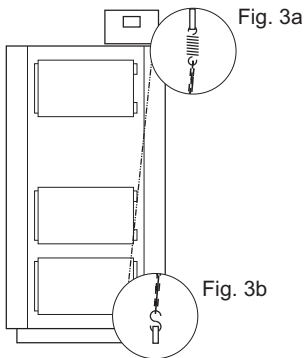
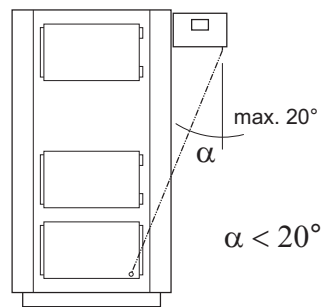
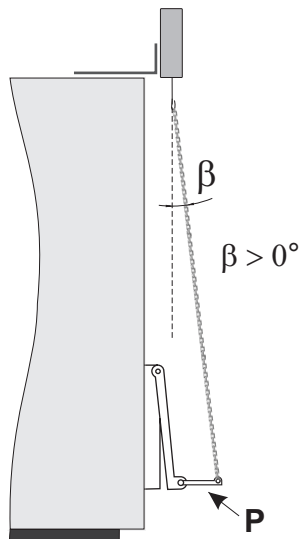

Fig. 3
Fig.4
Fig. 5
2. Montez le régulateur avec le support sur la paroi supérieure ou latérale de la chaudière (Fig. 3 ou Fig. 4).
Si l'angle β (Fig. 5) est trop aigu, cela peut augmenter la force nécessaire pour ouvrir le volet et, par conséquent, arrêter le fonctionnement du moteur du régulateur et afficher le message "Er". Pour éviter cela et permettre le bon fonctionnement du moteur du régulateur, il faut utiliser un levier supplémentaire "P" monté sur la porte de la chaudière. Ou déplacer le régulateur à l'extérieur de la chaudière.
Lors de l'installation du régulateur sur le côté de la chaudière, s'assurer que la chaîne ne s'écarte pas de la verticale de plus de 20° (Fig. 4).
- Vérifier angles α et β entre la chaîne et la chaudière (voir Fig. 4 p. 6 et Fig. 5 p.7). S'ils s'écartent de ceux recommandés, cela peut entraîner une augmentation de la force nécessaire pour ouvrir le volet et l'apparition du symbole “EO” sur l'affichage. Il est conseillé d'extraire le régulateur en dehors des dimensions de la chaudière ou d'utiliser un levier supplémentaire pour la porte de la chaudière.